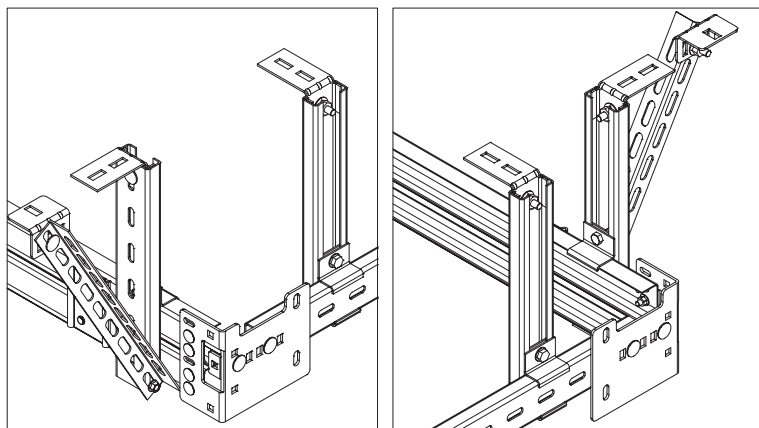
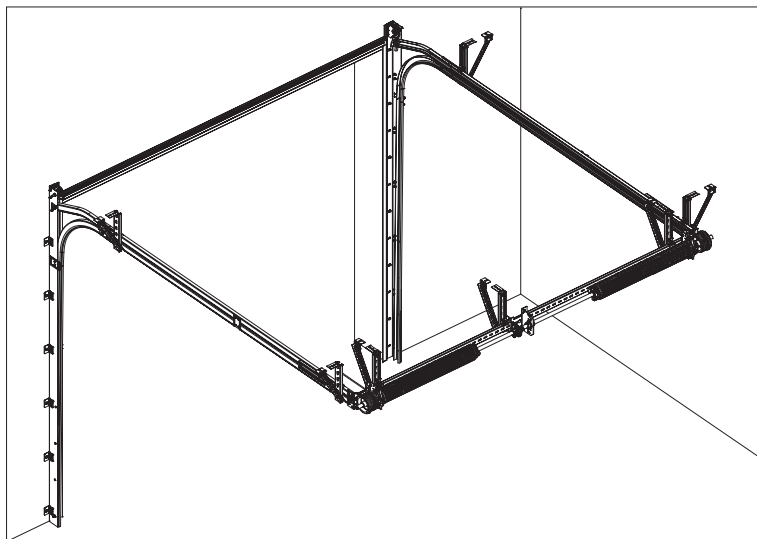

Рис. 19.
Рис.26
Подвесы, закрепляемые к задней перемычке, устанавливаются рядом с боковыми суппортами (рис. 19). Дополнительные подвесы устанавливаются рядом с промежуточными суппортами (рис. 26) при монтаже валов.
- Монтаж валов (рис.26) производится в следующей последовательности: